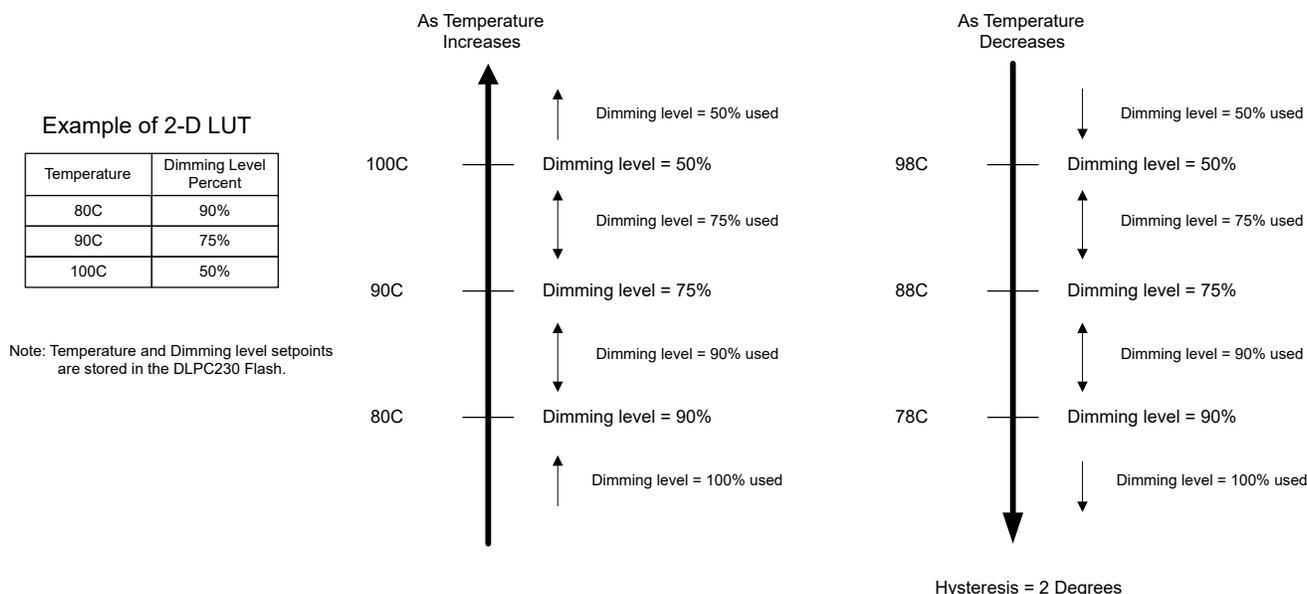

图 5-22. 2D LUT 调光级别覆盖温度示例
有些应用对温度敏感，在较高温度下会产生副作用，需要风扇等主动冷却解决方案。对于使用调光的系统，DLPC230-Q1 可提供调光级别覆盖功能。它旨在自监控系统温度等级并自动更新调光级别。通常，较低的调光级别会因亮度较低而导致发热降低。请注意，此功能还支持迟滞，以避免在温度区域和调光级别之间来回切换。仅当温度降至“更安全”的条件时，才会应用该迟滞。存储在 DLPC230 闪存内的二维 LUT 定义了转换温度和调光覆盖电平，用于实现此自动功能。这些参数包括启用/禁用、温度阈值、调光级别百分比和迟滞，必须在 Automotive DLP Composer(TM) 汽车工具中指定。图 5-22 展示了一个示例。请参阅从节 8.2.38 开始讨论的调光级别覆盖命令 40h-44h。